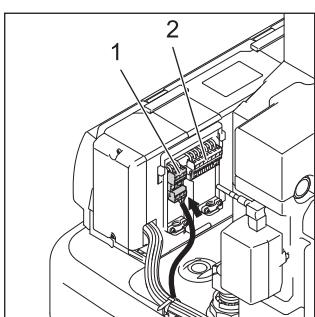
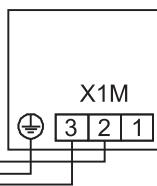

Bild 4-21 Elektrische Anschlüsse Gehäuserückseite (siehe Abschnitt 4.4.1) herstellen.
Bild 4-23 Anschluss Wärmepumpenaußengerät - Für Abschaltung Außenseinheit durch EVU (Inneneinheit ROTEX HPSU compact wird nicht abgeschaltet)
- Wärmepumpenaußengerät an die Klemmleiste XAG1 (siehe Bild 4-21, Bild 4-23) anschließen.